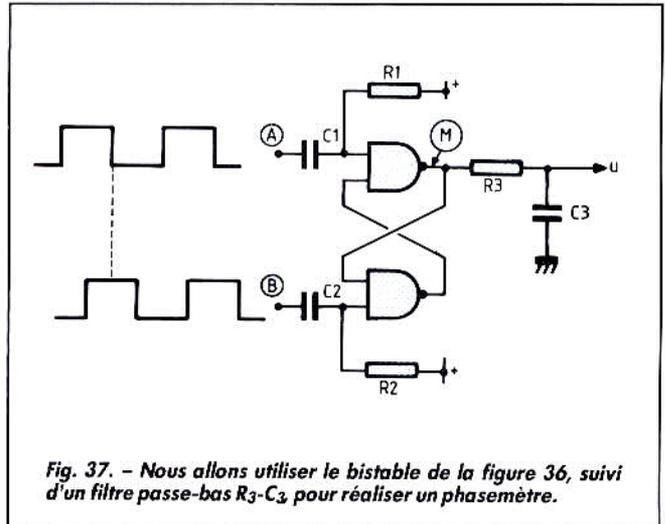

Fig. 37. - Nous allons utiliser le bistable de la figure 36, suivi d'un filtre passe-bas R_3-C_3 , pour réaliser un phasemètre.
Donc, si l'on veut déclencher notre R-S par des flancs, de signaux, il faut utiliser des condensateurs de commande, tels que C_1 et C_2 sur la figure 41. Alors, le déclenchement aura lieu lors d'un flanc descendant de l'entrée s ou r . Comment utiliser ce bistable pour réaliser un phasemètre ? Rien de plus simple : la figure 37 nous indique le montage. Les circuits « dérivateurs » C_1-R_1 et C_2-R_2 doivent avoir des « constantes de temps » (produit de la capacité du condensateur par la résistance du résistor) très petits par rapport à la période des signaux A et B appliqués sur les entrées.
Fig. 38. - Dans le phasemètre de la figure 37, si la tension (B) présente un léger retard de phase par rapport à (A), le point (M) est très peu à l'état haut pendant une période. La tension moyenne u est donc faible.
On peut donc dire que le déphasage en retard de B par rapport à A croît de 18° par dixième de seconde, ou de $180^\circ/s$, atteignant 360° au bout de 2 s (pendant lesquelles il y a eu 20 001 périodes de A et 20 000 périodes de B). Toutes les 2 s, les signaux A et B se retrouvent en phase. Si nous appliquons de tels signaux au phasemètre de la figure 37, comment variera la
Supposons que, au lieu d'utiliser le phasemètre à « ou exclusif » de la figure 34, nous ayons employé le montage à basculeur R-S de la figure 37. Avec une différence de 0,2 Hz entre F_0 et F_1 , le mouvement de l'aiguille aurait été un peu différent. Au lieu d'aller de zéro à M en 2,5 s et de revenir de M à 0 en 2,5 s, l'aiguille serait allée de zéro à M en
Fig. 42. - Dans le phasemètre de la figure 37, si l'on utilise une fréquence F_1 peu différente de la fréquence F_0 , la variation lente de phase se traduit par un mouvement de l'aiguille d'un voltmètre commandé par la tension u . Il va lentement au maximum, revient très vite au minimum.